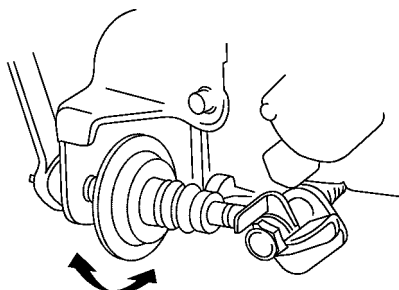

图 2-43 调整减速缓冲器的接触角
3) 旋松锁紧螺母, 转动减速缓冲器膜片以调整减速缓冲器的接触角, 如图 2-43 所示。